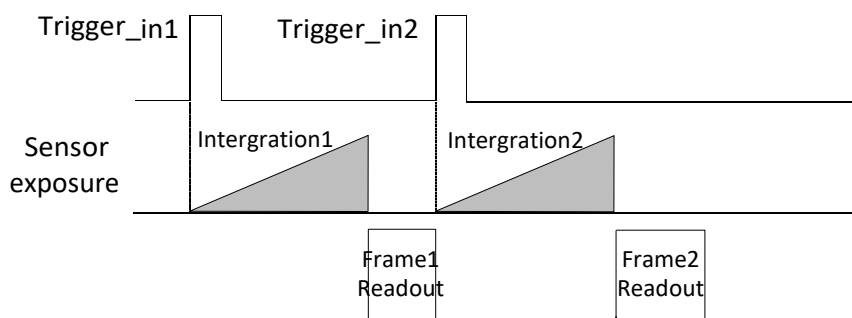

图3-41 第1帧被强制结束时序
- 不启用触发缓存使能：强制结束第 1 个触发信号处理过程，开始处理第 2 个触发信号，如图 3-41 所示；